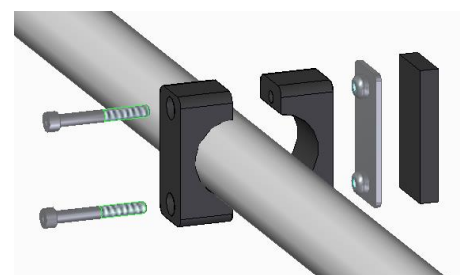

Abbildung 6
Zum Schutz vor Kollision zwischen Tür und Fahrradträger kann ein zusätzlicher Anschlag (11) am fahrzeug-näheren Querrohr mit zwei Zylinderschrauben M6x50 montiert werden (Abb. 6).